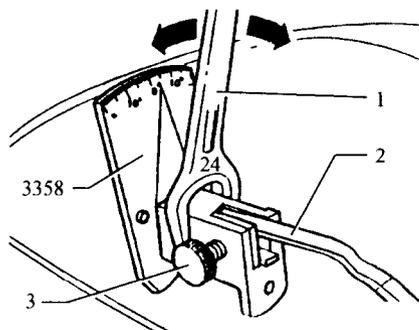

图 1-7 风窗雨刮片角度调整
(1) 将雨刮臂移到停止位置。
(2) 拆下雨刮片。
(3) 将雨刮臂 2 放入 3358 中,用锁止螺栓 3 紧固,如图 1-7 所示。